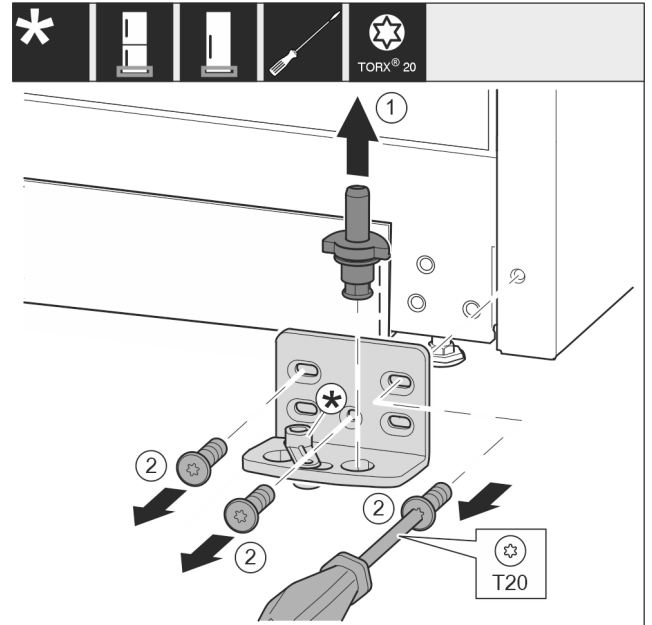

Fig. 10
- ▶ Tõmmake laagripolt täielikult ülespoole välja. Fig. 10 (1)
- ▶ Keerake kruvid kruvikeerajaga T20 välja ja võtke laagripukk maha. Fig. 10 (2)